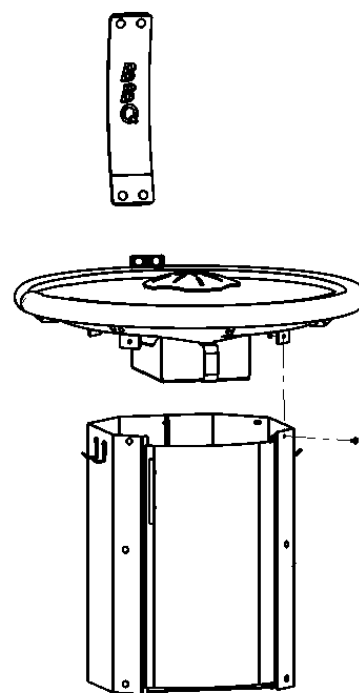

Рисунок 4
6. Дальнейшую сборку гриля производите в соответствии с ИНСТРУКЦИЕЙ ПО СБОРКЕ, (рис. 4, п. 3 на стр. 20).
2. Затяните винты (4шт., рис. 4). Сначала зафиксируйте передний угловой винт, затем – задний. Это облегчит затяжку остальных винтов.